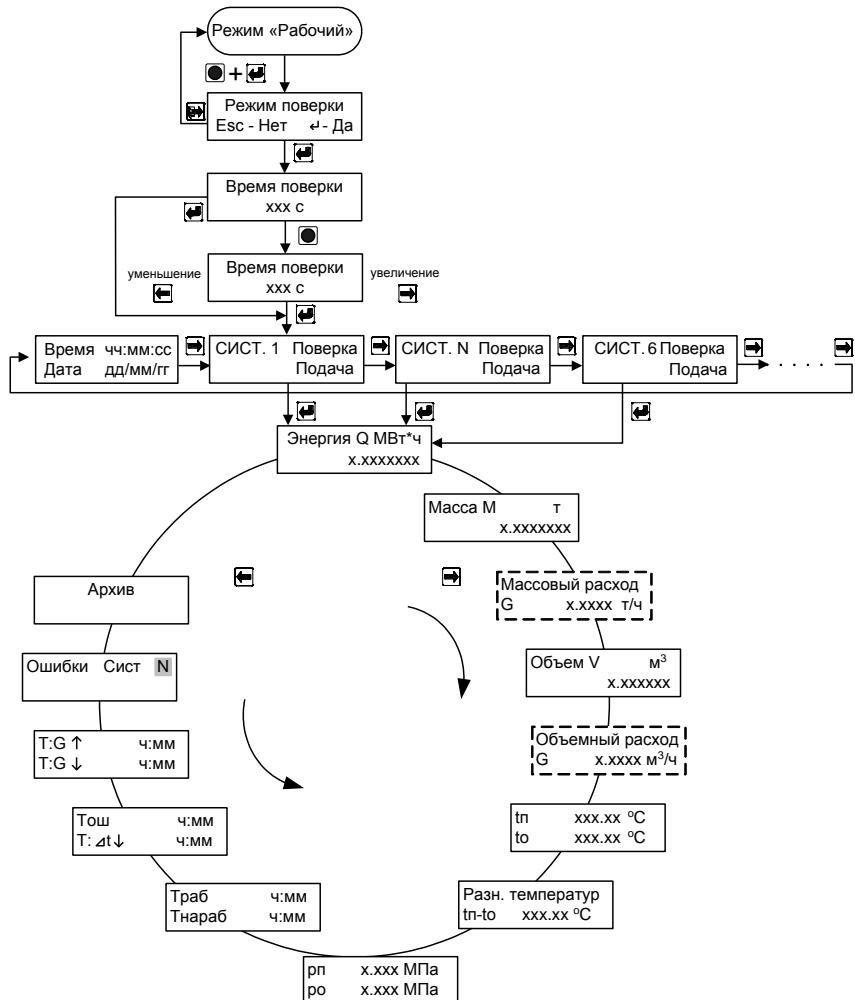

Рис. 7.4
**ВНИМАНИЕ !** При входе в меню (см. рис. 7.4):
Схема меню режима «Проверка» для дополнительных систем «Расходомер V» приведена на рис. 7.4а.
Рис. 7.4а